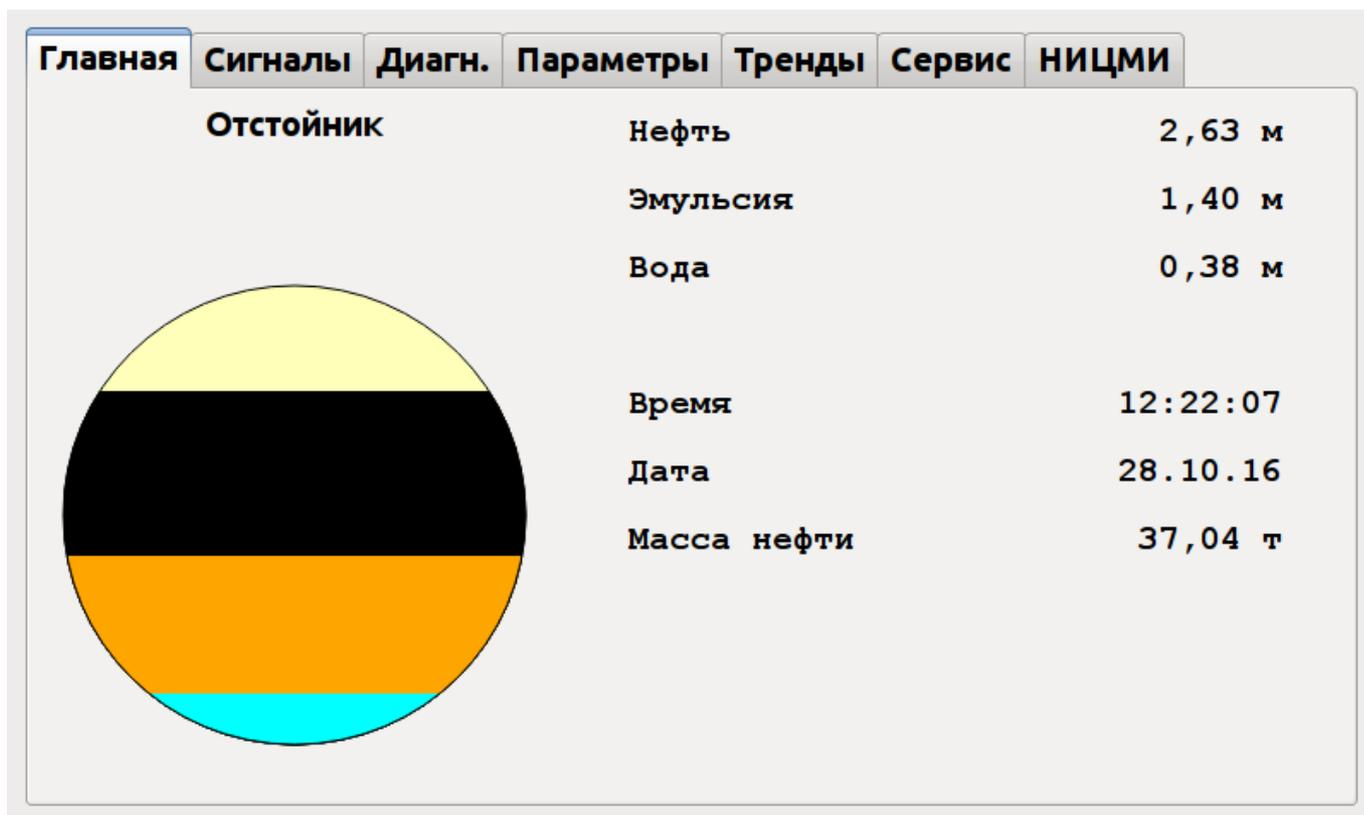

Рис. 1
- 2.1. Включения системы УМФ700 в работу оператором осуществляется путем подачи питания на датчик УМФ700-01 и включением тумблера «Вкл» на корпусе контроллера УМФ700.26. После загрузки контроллера на его мониторе появится окно (рис. 1).
3.1. Включение и отключение датчика на контроллере УМФ700.26. Включение и отключение датчиков от контроллера осуществляется путем присоединения или отсоединения кабеля к разъему RS232. После подсоединения кабеля на экране монитора последовательно появятся надписи «связь с сервером», «загрузка параметров» после чего появится картинка графического интерфейса (рис.1) с результатами измерения. Если по какой либо причине связь с датчиком не установилась, на мониторе контроллера появится надпись «нет связи». После разъединения кабеля от разъема RS232 на экране контроллера высветится надпись «нет связи», а результаты измерения и графическое изображения технологического аппарата пропадут.